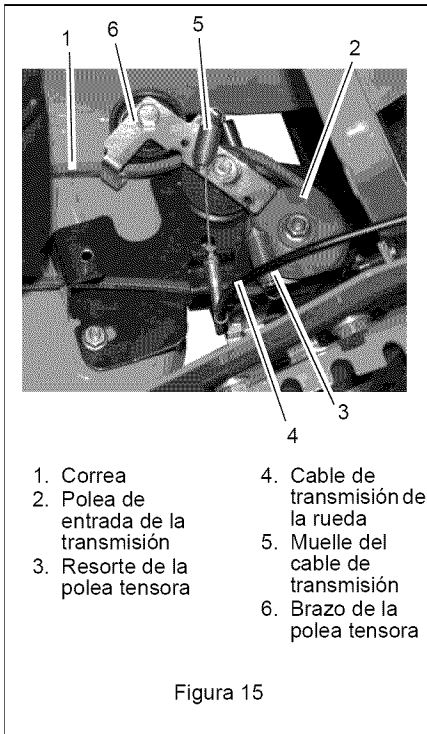

Figura 15
3. Desconecte el muelle de retroceso de la polea del brazo de la misma. Véase Figura 15.
- Conecte el nuevo cable de transmisión de la rueda al brazo de la polea, tal y como se muestra en Figura 15, y conecte el cable de transmisión de la rueda al soporte de transmisión. Véase Figura 17.